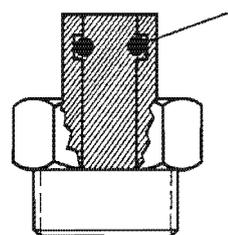

Fig. 15. - Bouchon-guide de poussoir
- Un joint torique (1, fig. 15) logé dans le bouchon-guide assure l'étanchéité entre ce dernier et le poussoir.